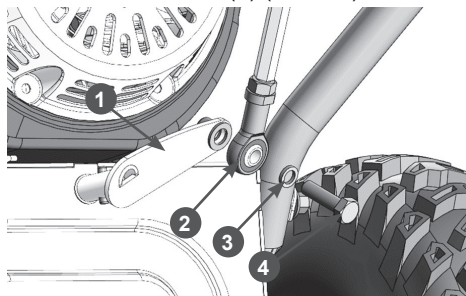

Рис. 11. Установка тяги рычага переключения передач (нижний конец)
- Соедините нижний конец тяги с рычагом на корпусе трансмиссии, последовательно установив на рычаг 1 тягу 2, шайбу пружинную M8 (3), и закрутив болт M8×30 (4) (Рис. 11).